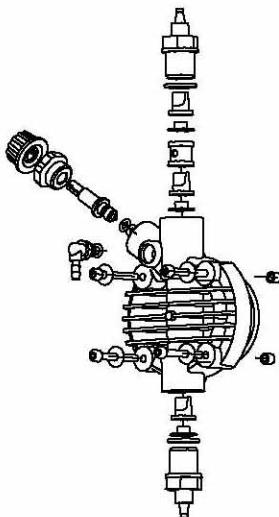

Fig. 10
2. Revise el funcionamiento de la bomba al menos cada 6 meses, así como la posición de los tornillos y de las juntas de impermeabilización. El control debe ser efectuado con más frecuencia en líquidos agresivos, prestando especial atención en la concentración de aditivo en la instalación. Su reducción podría ser debida al desgaste de las válvulas (en tal caso se deben sustituir siguiendo los pasos de la Fig.10) o al atasco del filtro, que se debe limpiar como se indica en el punto 3.
También se puede efectuar esta operación de la forma siguiente: una vez la bomba está desconectada de la instalación, sujetela boca abajo por unos pocos segundos (15-30) sin que los tubos estén conectados a los empalmes. Si resulta imposible, desmontar y volver a montar el cuerpo de la bomba (Fig.10) utilizando los cuatro tornillos de fijación.
El sistema es robusto, por lo que no se producen averías graves. Eventualmente se pueden producir pérdidas de líquido de algún empalme o junta fijatubos sueltos, o con más frecuencia, de la rotura del tubo de eyección. Raramente se producen pérdidas a causa de la rotura de la membrana por desgaste o de su revestimiento de sujeción. Aún así, si se produjeran, dichos componentes se deben sustituir desmontando los cuatro tornillos del cuerpo de la bomba (Fig. 10), montándolos de nuevo y enroscándolos de modo uniforme. Una vez eliminada la pérdida, se debe limpiar la bomba dosificadora de eventuales residuos de aditivo que hayan quedado impregnados, ya que podrían agredir químicamente la bomba.
- a. Desmonte la válvula de aspiración y eyección. A continuación, límpiela y móntela otra vez en la misma posición (Fig. 10). En caso que se detectara un henchimiento de las válvulas, compruebe en el tablón correspondiente la compatibilidad del aditivo con el tipo de válvula montada en la bomba (válvula estándar de Vitron; la válvula esfera es opcional).